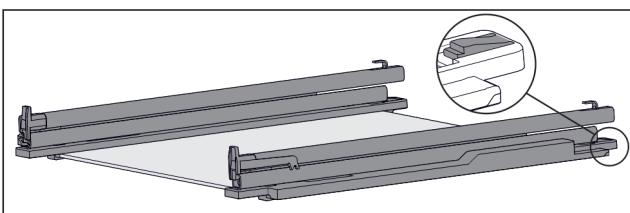

Fig. 95 Skleněná deska s kolejničkami a přídržnými díly
- Přídržný díl vzadu stlačte dolů (viz Fig. 95) a současně zasuňte kolejničku dozadu.